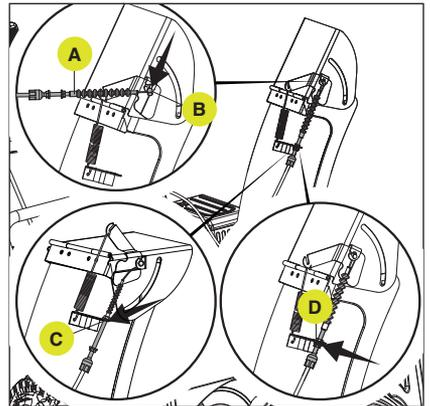

Figure 8
Localisez le câble enroulé du déflecteur de la goulotte (A) et déroulez-le. Ouvrez complètement le déflecteur de la goulotte à la main, puis installez l'extrémité cylindrique (B) du câble comme indiqué, en vous assurant que la poignée de réglage du déflecteur de la goulotte est dans la dernière position ou la position la plus haute, puis appuyez sur le déflecteur de la goulotte pour accrocher la tête filetée du câble dans le trou en plaçant l'écrou sur le côté supérieur indiqué par la flèche (C), puis ajustez l'écrou inférieur (D) en position pour serrer le câble. (Fig. 8)